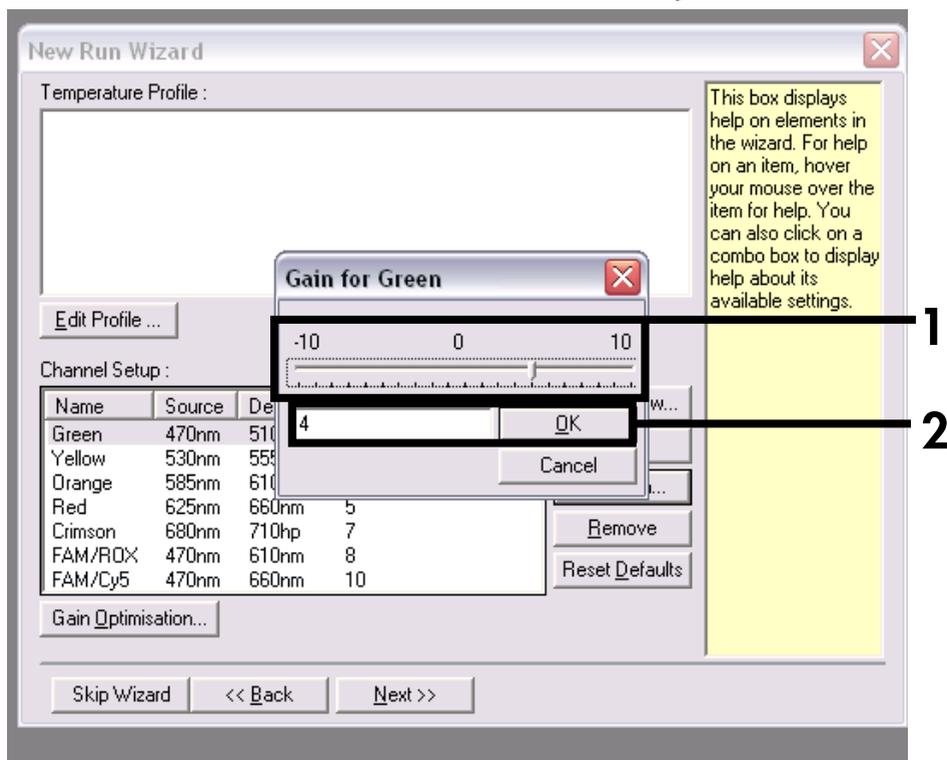
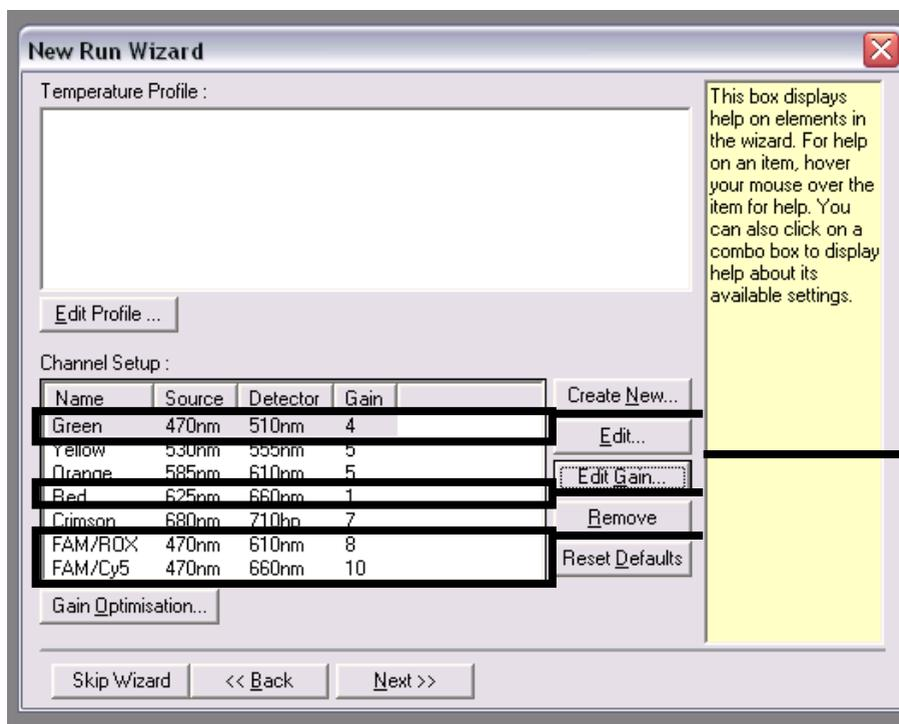

Figura 8. Modifica del gain. La figura mostra a titolo d'esempio l'impostazione del gain a 4 per il canale di ciclizzazione Green.
Figura 9. Impostazioni finali del gain per tutti i canali. I canali necessari sono: Green, gain 4; Red, gain 1; FAM/ROX, gain 8; e FAM/Cy5, gain 10.
Modifica del gain	Figura 8, Figura 9
10. Modificare il gain per ogni canale, come illustrato nella **Figura 8**. Le impostazioni del gain finale per ogni canale sono illustrate nella **Figura 9**.